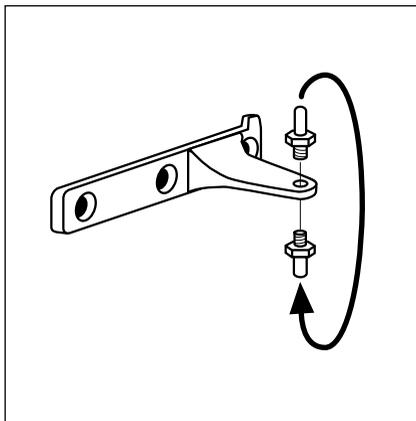

**Fig. 6**
- ❑ Inserire la cerniera inferiore nella parte inferiore della porta dello scomparto congelatore e avvitare a fondo (**Fig. 6**). Non dimenticare di inserire le rondelle.